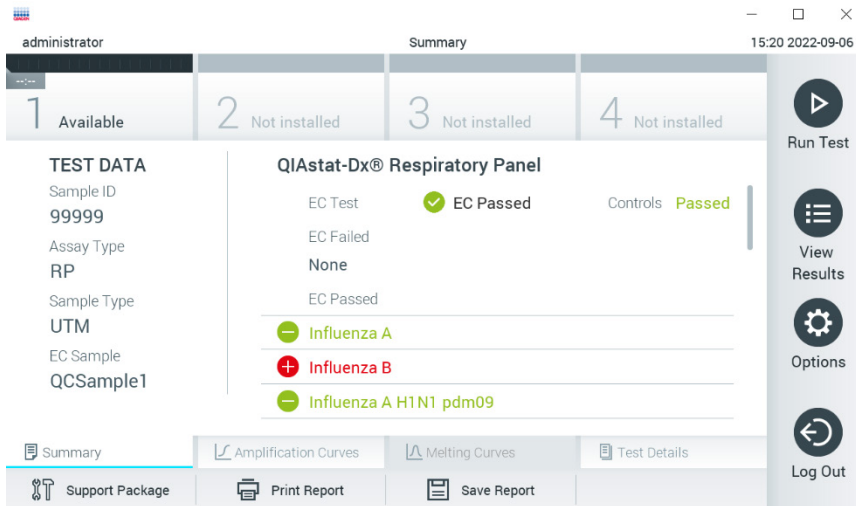

Figura 97. Ecranul Summary (Rezumat) cu rezultatele EC.
12. După ce cartușul de test QIAstat-Dx a fost scos, va apărea ecranul **Summary** (Rezumatul) rezultatelor (Figura 97). Consultați Secțiunea 8.3 pentru detalii suplimentare.